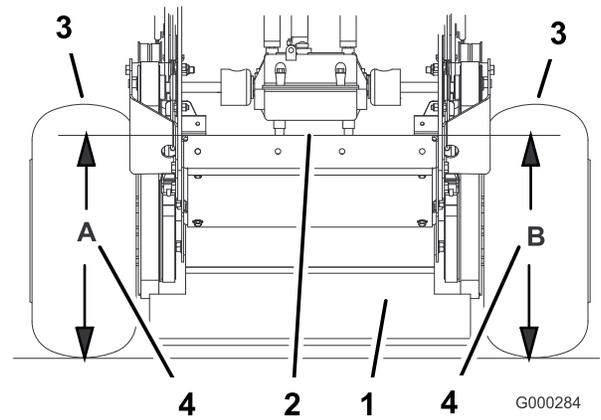

Figura 63
- Mida la altura de la carcasa del motor en la posición A (Figura 63).
- Mida la altura de la carcasa del motor en la posición B (Figura 63).